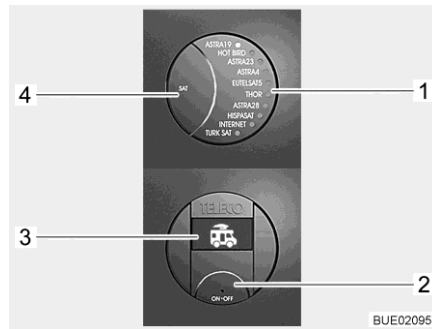

Bild 42 Kontrollpanel (TeleSat)
- Tryck på på/av-knappen (Bild 42,2). LED-indikator på den valda satelliten (Bild 42,1) och bakgrundsbelysningen på knappen lyser. På displayen (Bild 42,3) visas fordonssymbolen med införd antenn.
- Tryck på på/av-knappen (Bild 42,2) på nytt. Anläggningen är påslagen. Om antennen var införd, körs den nu ut i driftsläge. När lysdioden för den önskade satelliten (Bild 42,1) blinkar, vänta då några sekunder. Antennen ställs automatiskt in på de här satelliterna (den sista satellitpositionen lagras efter avstängningen). När systemet har hittat satelliten lyser lysdioden (Bild 42,1) permanent och "SAT OK" visas på displayen (Bild 42,3).
- Tryck in knappen SAT (Bild 42,4) tills lysdioden (Bild 42,1) visar önskad satellit. Antennen riktar automatiskt in på den valda satelliten. När systemet har hittat satelliten lyser lysdioden (Bild 42,1) permanent och "SAT OK" visas på displayen (Bild 42,3).
- Tryck på på/av-knappen (Bild 42,2). LED-indikator på den valda satelliten (Bild 42,1) och bakgrundsbelysningen på knappen lyser. På displayen (Bild 42,3) kommer den för närvarande valda satelliten att visas.
- Tryck på på/av-knappen (Bild 42,2) på nytt. Antennen förs in. När antennen är helt införd visas symbolen på fordonet med antennen som är indragen på displayen. Anläggningen växlar till vänteläge efter några sekunder.